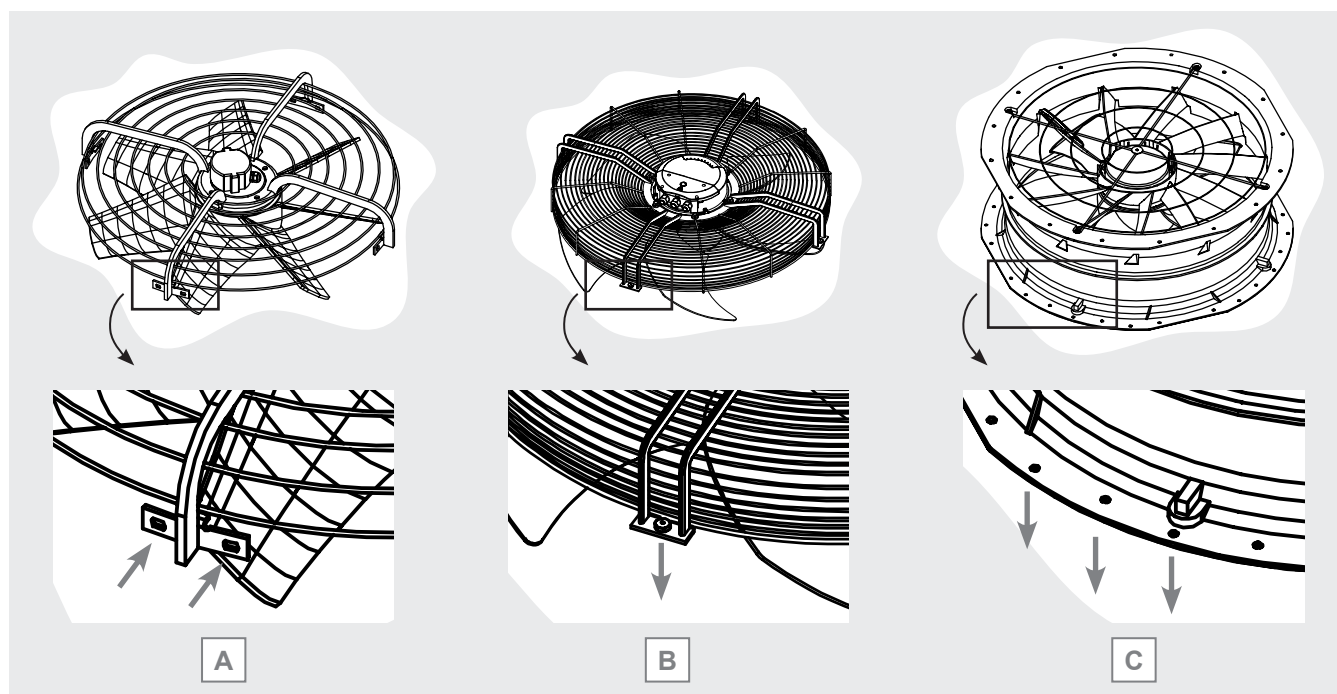

Figura 1
- motoventilatore ad attacco radiale: la griglia del motoventilatore viene fissata al boccaglio installato sul modello mediante viti fissate radialmente. Si veda la Figura 1 A. Se il modello è sprovvisto di boccaglio si veda la Sez. 3.
- motoventilatore ad attacco planare: la griglia del motoventilatore viene fissata al boccaglio installato sul modello mediante viti fissate verticalmente su una flangia. Si veda la Figura 1 B. Se il modello è sprovvisto di boccaglio si veda la Sez. 3.
- motoventilatore con boccaglio integrato: il motoventilatore è integrato in un boccaglio che viene fissato direttamente sul convogliatore del modello. Si veda la Figura 1 C.